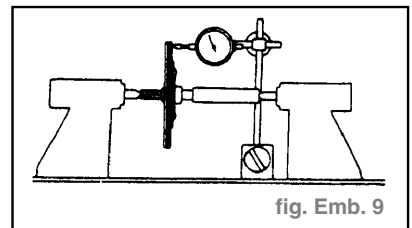

fig. Emb. 9
- voile est excessif. (fig. Emb. 9)